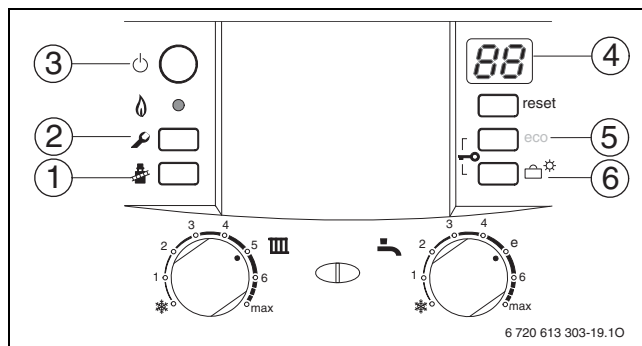

Рис. 42 Обзор элементов управления
- ▶ Нажимать кнопку (5) или кнопку (6) (→ рисунок 42) до тех пор, пока не будет отображена необходимая сервисная функция.
- ▶ Одновременно нажимать кнопки (5) и (6) (→ рисунок 42) в течение 3 секунд (на дисплее будет отображено ) до тех пор, пока на дисплее снова не отобразится комбинация цифра.буква, напр. 8.А.
- ▶ Нажимать кнопку (5) или кнопку (6) (→ рисунок 42) до тех пор, пока не будет отображён необходимый параметр сервисной функции.
- ▶ Одновременно нажимать кнопки (5) и (6) (→ рисунок 42, страница 30) в течение 3 секунд (на дисплее будет отображено ) до тех пор, пока на дисплее не отобразится функция первого уровня, напр., 1.А.
- ▶ Отвинтить пробку на измерительном патрубке для измерения давления перед форсункой (3) (→ стр. 34) и подсоединить U-образный манометр.
- ▶ Нажимать кнопку (5) или кнопку (6) (→ рисунок 42, страница 30) до тех пор, пока не будет отображено необходимое давление перед форсункой.